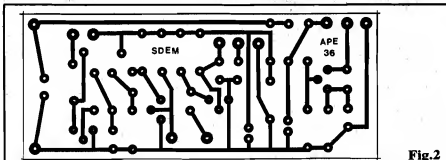

Fig.2
- FIG. 2 - LAY OUT DO CIRCUITO IMPRESSO - Simples e pouco denso, o lay out pode ser facilmente implementado pelos Leitores/Hobbyistas que possuam o material e ferramental apropriado. Recomendamos, como sempre, seguir os conselhos e "dicas" das INSTRUÇÕES GERAIS PARA A MONTAGEM (lá na primeira página de APE...), cujos